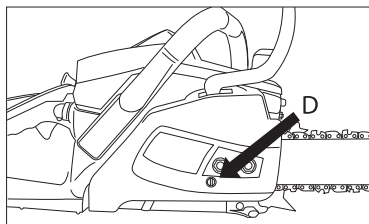

Рис. 11
1. Ослабьте гайки крепления шины (защитной крышки вместе со щитком тормоза), поверните регулировочный винт (D) по часовой стрелке, чтобы натянуть цепь. Чтобы уменьшить натяжение цепи, поверните регулировочный винт (D) против часовой стрелки. Убедитесь в том, что цепь расположена по всей периферии шины (рис. 11).